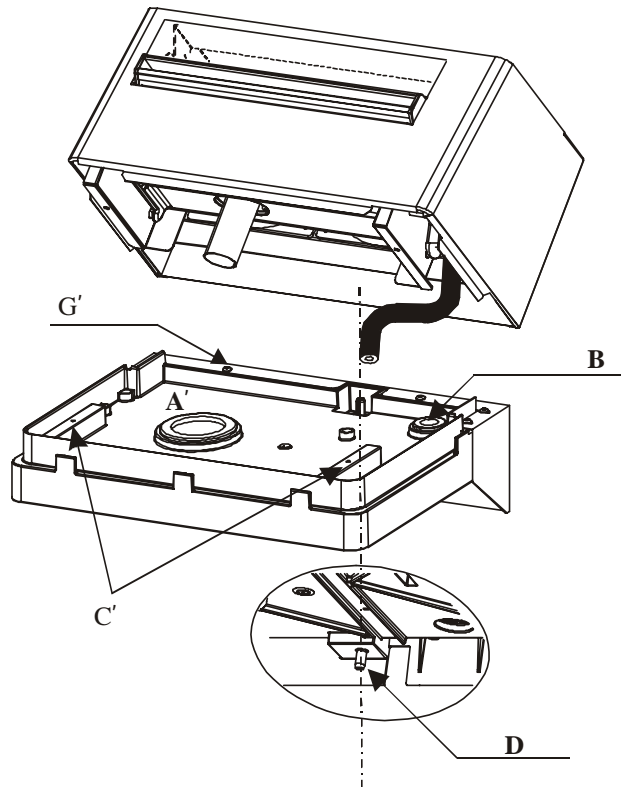

Fig.5.5
1. praticare sulla parete tre fori in base alla Fig. 5.5 o utilizzando il supporto remoto come dima di foratura: curare che i due fori alle estremità siano orizzontali per consentire un montaggio in bolla;